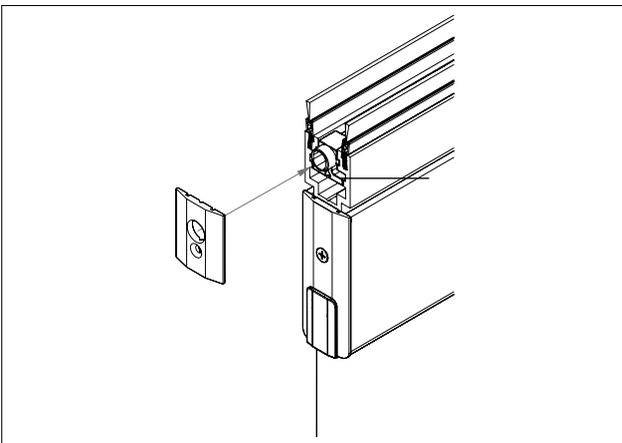

Abb. 49 Abdeckung montieren
5. Abdeckung auf Kombi-Fixierklotz setzen (Abb. 49).